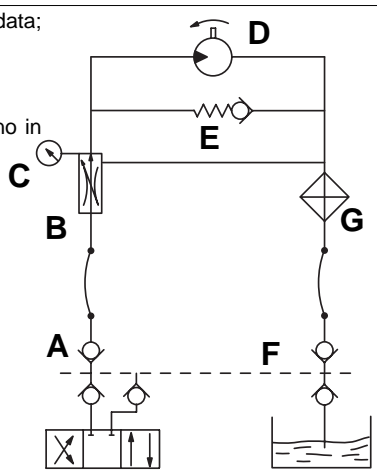

fig. 29 Lato trattore
- **Alimentazione dell'olio:** attenersi ai dati dello schema Fig. 29
Nei trattori con pompa a portata variabile (circuito idraulico chiuso), dotati di regolatore della portata d'olio, si deve aprire completamente il regolatore a tre vie (B Fig. 32) e partendo con poca portata d'olio aprire gradualmente il regolatore interno del circuito del trattore fino al raggiungimento della pressione desiderata, indicata dal manometro (C Fig. 29).